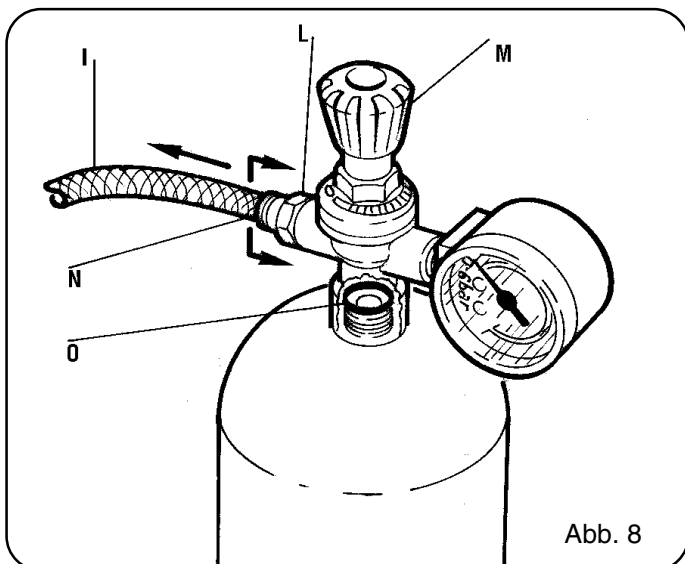

Abb. 8
9.1 EINWEGFLASCHEN (siehe Abb. 8)